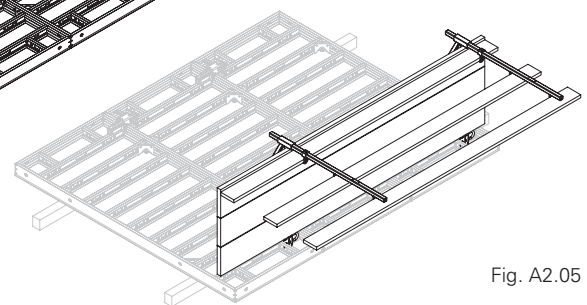

Fig. A2.05
2. Montare e fissare l'impalcato e le tavole per parapetto. (Fig. A2.05)